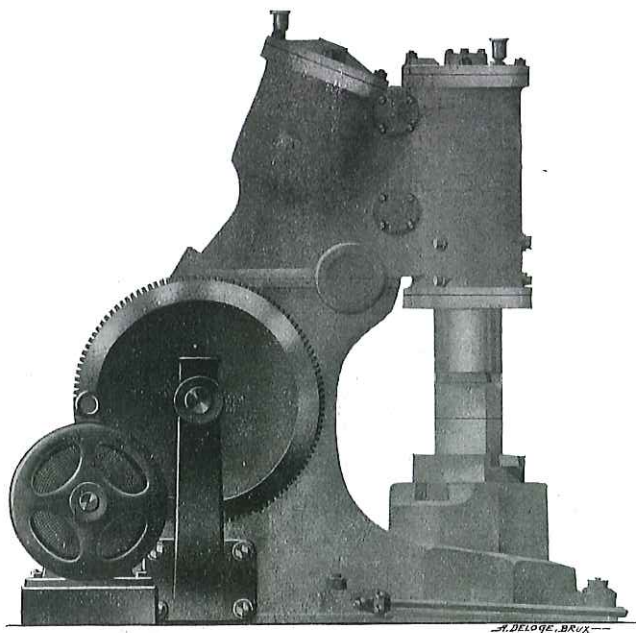

Fig. 1
- a) à commande électrique directe par engrenages, selon figure 1;